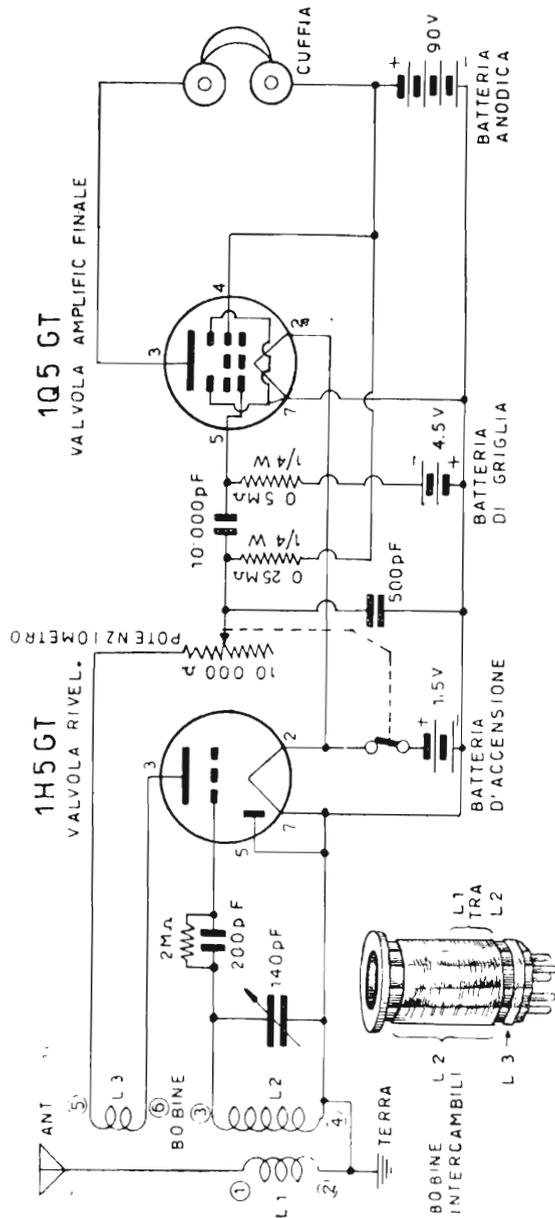
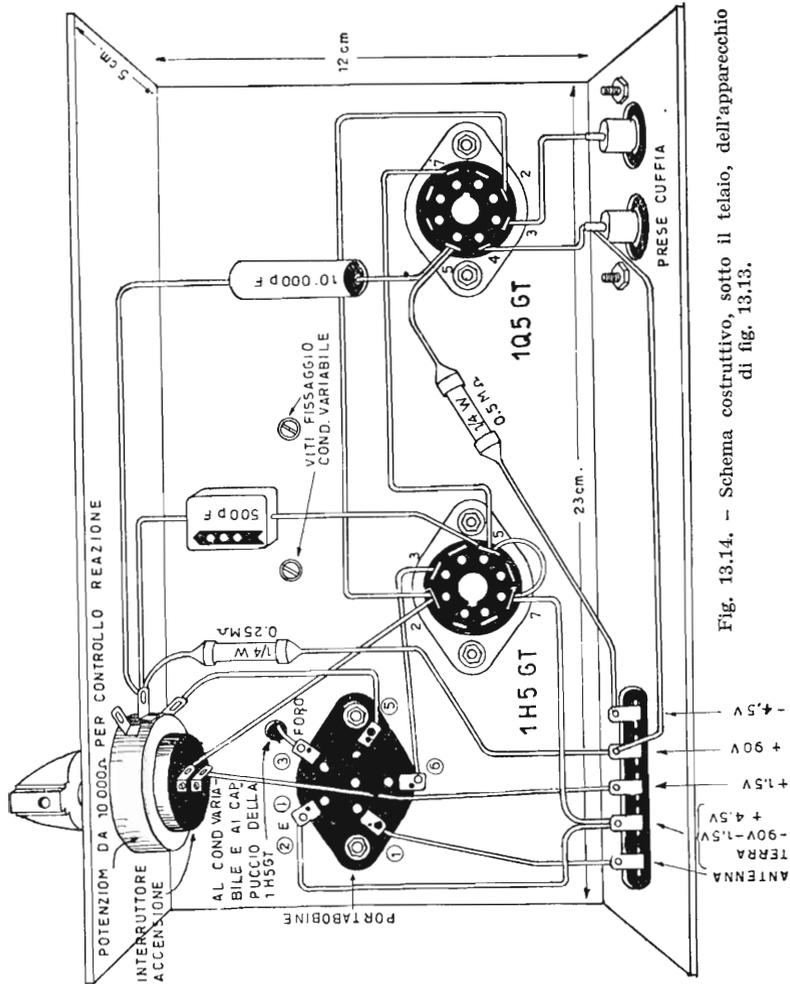

Fig. 13.13. - Schema tipico di apparecchio a due valvole, a pile, con bobine intercambiabili.
Fig. 13.14. - Schema costruttivo, sotto il telaio, dell'apparecchio di fig. 13.13.
**Apparecchio a due valvole.** — La fig. 13.13 riporta lo schema di un semplice apparecchio a due valvole, alimentato con pile, e la fig. 13.14 mostra lo schema costruttivo, visto da sotto il telaio. Questi due schemi possono facilitare il lettore a intendere il funzionamento generale dell'apparecchio radio. Il telaio può essere di latta, zinco o alluminio; è piegato ai lati, e le sue dimensioni sono: 23 cm  $\times$  12 cm  $\times$  5 cm. Le due valvole sono: una 1H5 GT, rivelatrice in reazione, e una 1Q5 GT, amplificatrice finale. È prevista la ricezione delle onde medie, corte e cortissime, mediante cinque bobine intercambiabili, ciascuna con tre avvolgimenti: L1 (antenna), L2 (accordo) e L3 (reazione). Il portabobine è fissato al telaio ed è costituito da un portavalvole di vecchio tipo. Affinchè sia pos-